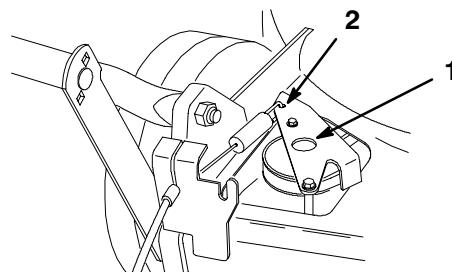

Figure 28
5. Appuyez sur le support d'entraînement jusqu'à ce qu'il touche la tondeuse, puis maintenez-le en place (Fig. 28).